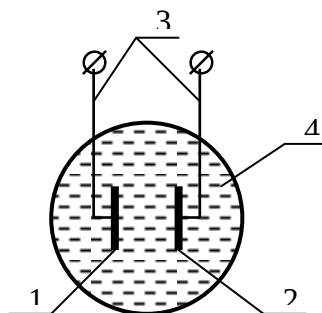

Рис. 1. Схема двохелектродного датчика корозії.
6.1.1. Схематично двохелектродний датчик показаний на рис. 1. Електроди 1 і 2 мають струмопідведення 3 і поміщені в корозивне середовище 4. Однією з умов надійної роботи датчика є ідентичність електродів по складу, формі, геометричним розмірам, по якості підготовки поверхні і гідродинамічним умовам взаємодії з середовищем.